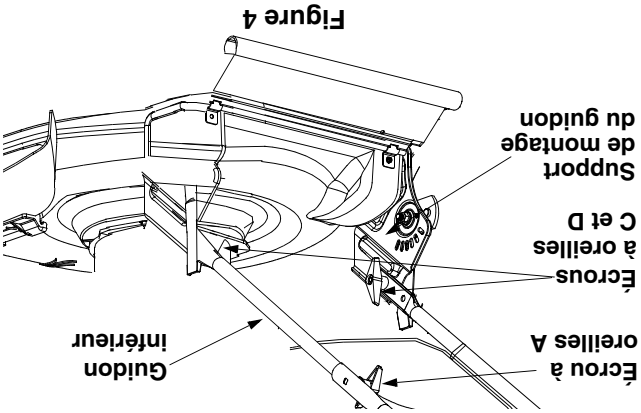

Figure 3
1. Relevez le guidon supérieur en le tirant pour le placer en position de travail. Assurez-vous que le guidon inférieur est bien appuyé sur les supports de montage. Voir la Figure 3.